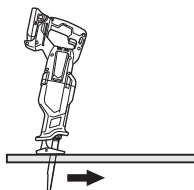

Fig. 24
- (3) Tenir le corps de l'outil fermement jusqu'à ce que la lame aient complètement coupé le matériau. (Fig. 24)